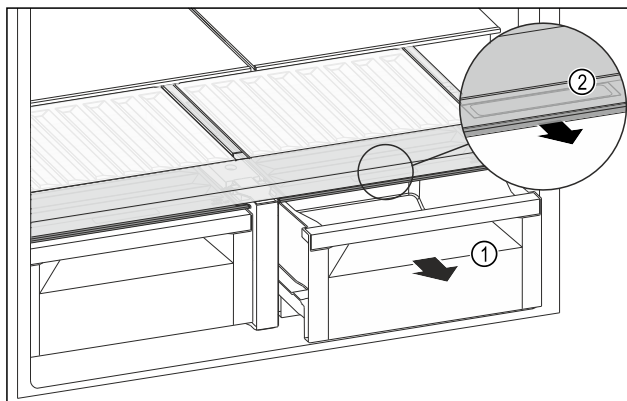

Fig. 129
- ▶ Витягніть висувний ящик Fig. 129 (1).
- ▶ Візьміться за потайну ручку Fig. 129 (2) на кришці відділення й одночасно потягніть кришку відділення вперед.